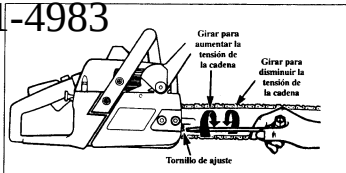

Figura 13
1. Levantar la punta de la barra guía y girar el tornillo de ajuste en sentido horario hasta que la cadena no cuelgue debajo de la barra guía. Figura 13.